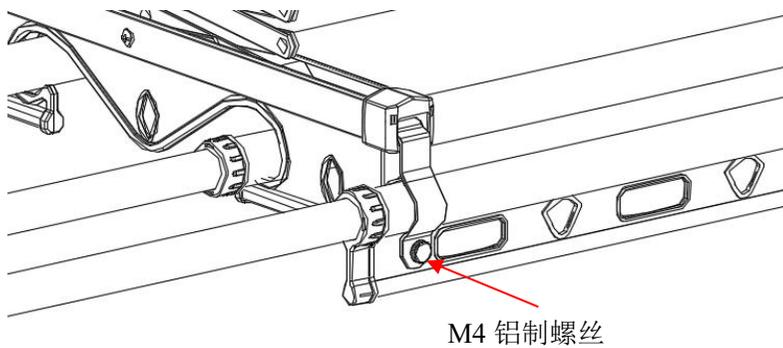

图 13
- b. 安装衣杆组件：托起衣杆，扣上夹紧片用 M4 的铝制螺丝，将衣杆与衣杆支撑板固定在一起，如图 13 所示。